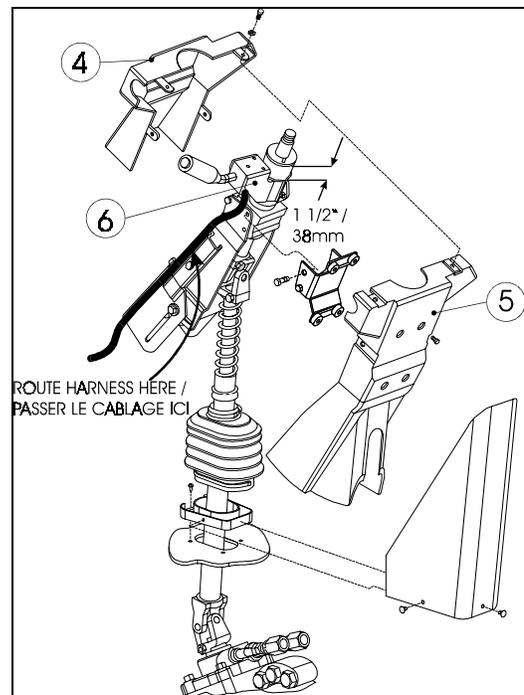

FIGURE 3
- Retirer les panneaux moulés (articles ④ & ⑤ figure 3) de la colonne de direction.
3. Retirer le support du levier de commande actuel (article ⑥ figure 3) et débrancher le câblage aux connecteurs C258 et C259.
5. Raccorder le câblage aux connecteurs C258 et C259. Faire passer le câblage à l'endroit indiqué sur la figure 3.
6. Fixer temporairement le support du levier sur la colonne de direction à environ 38mm (1 ½") du haut (voir figure 3).
7. En utilisant les panneaux moulés ④ et ⑤ de la colonne de direction, vérifier la position du levier. Réajuster sa position si nécessaire et serrer les écrous.
8. Réinstaller les panneaux moulés ④ et ⑤ de la colonne de direction.